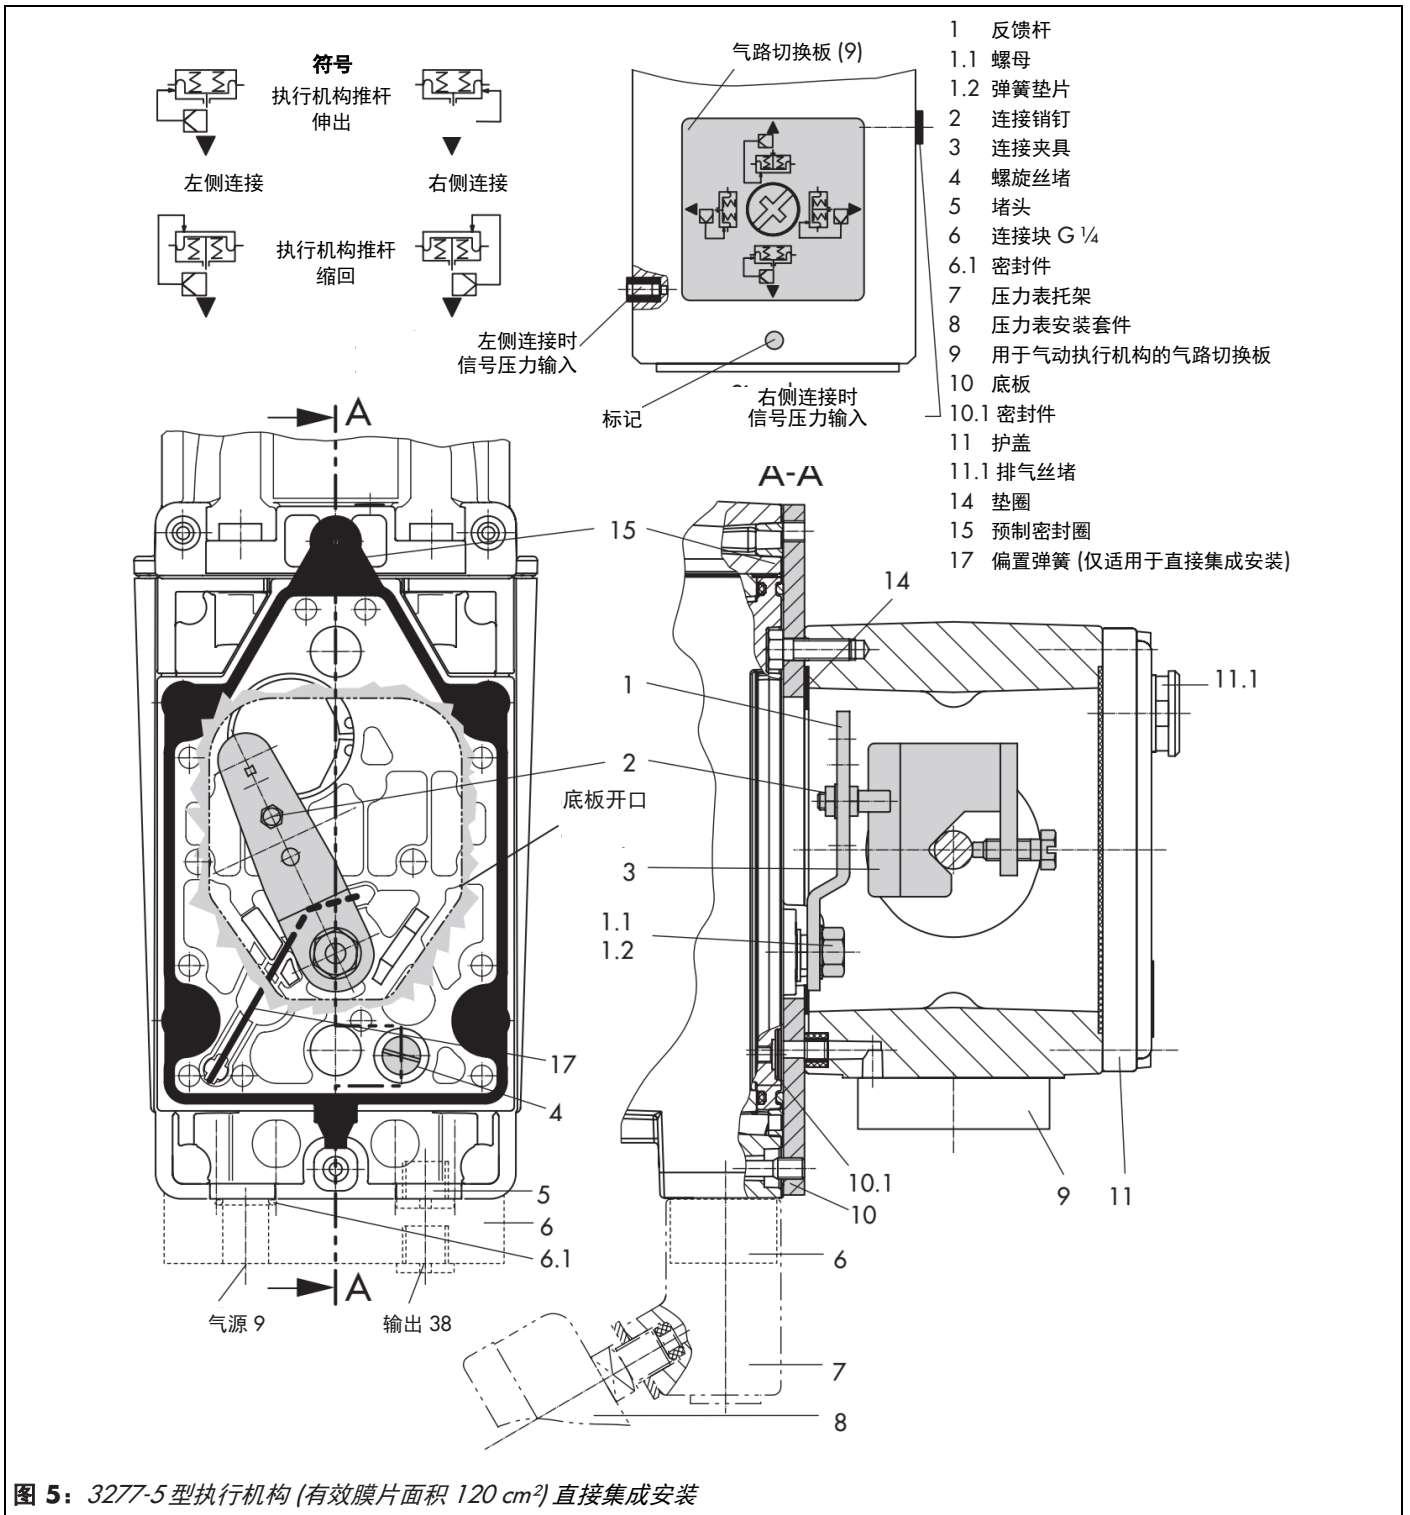

图 5: 3277-5 型执行机构 (有效膜片面积 120 cm²) 直接集成安装
1. 参考图 5 选择符号，以匹配所需的故障-安全位置并对阀门定位器进行连接安装：
6. 对准信号连接口处，安装带有开口的窄端的底板(10)(见图 5 的左侧)，并确认垫圈(14)已装好在气动执行机构支架上。